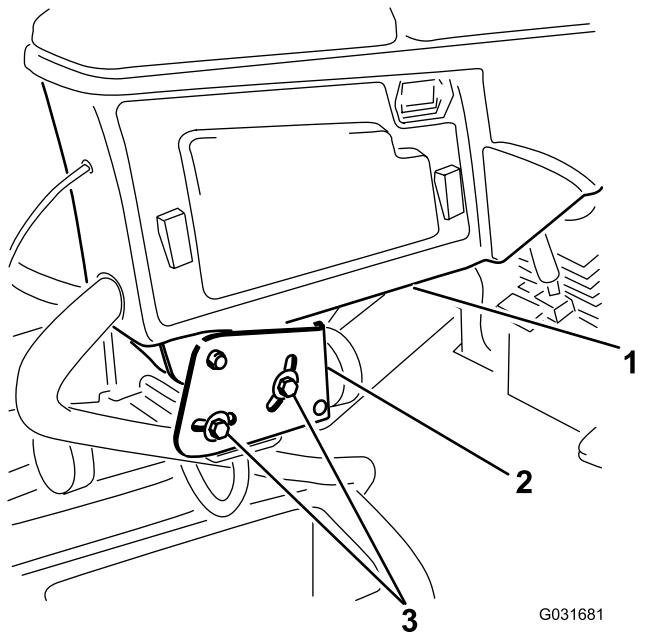

Figure 4
- Desserrez les 2 boulons qui fixent le bras de commande à la patte de retenue (Figure 4).